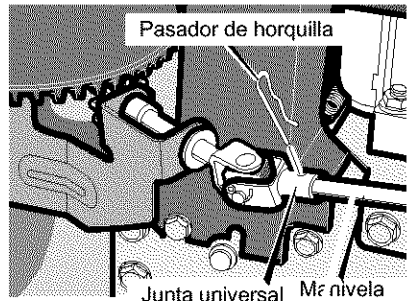

Figura 62
7. Conecte el eje de la manivela a la junta universal con el pasador de horquilla. Vea la Figura 62.